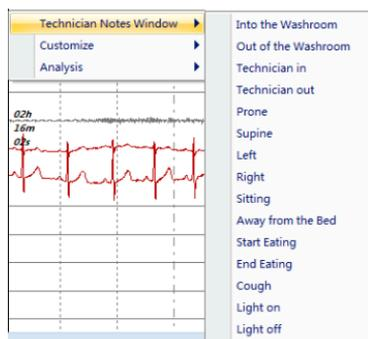

Figura 2-58
- (1) Haga clic derecho y seleccione “Technician Notes Window” para marcar la información, Como se muestra en la Figura 2-58;
- (2) Haga clic derecho y seleccione “Customize” para ingresar la etiqueta automáticamente;
- (3) El menú del botón derecho contiene “Analysis”, puede marcar las luces encendidas y apagadas, y la marca de tiempo determina el alcance del análisis automático y la generación de informes;